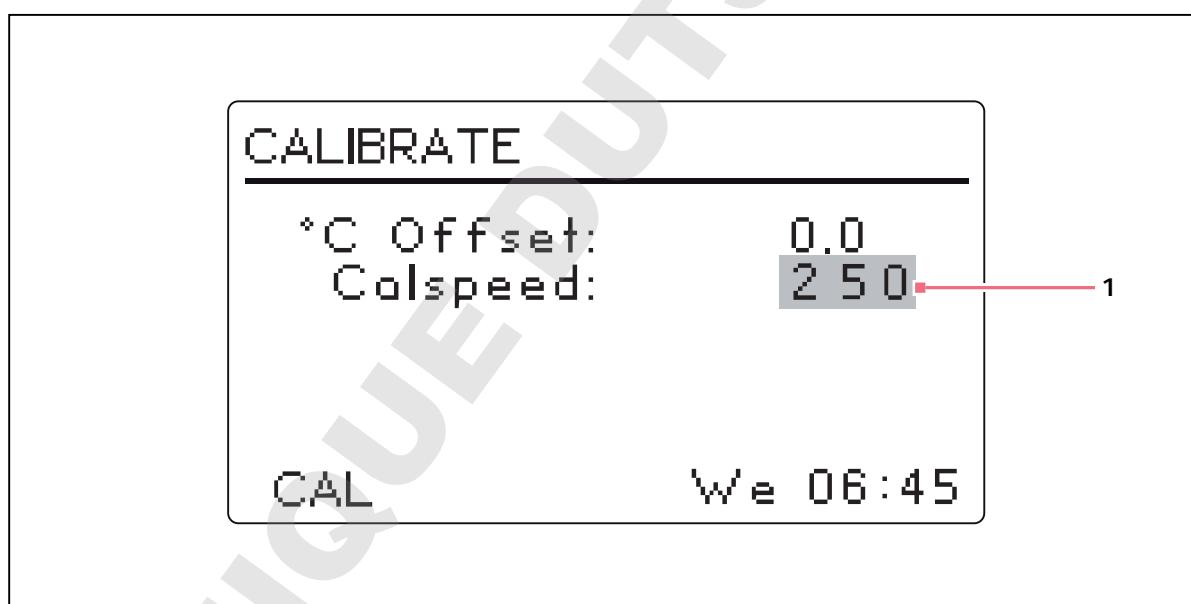

Fig. 5-16: Étalonner l'écran
1. Utiliser le bouton de commande pour entrer sur l'écran **CAL**(voir Fig. 5-16 à la page 61).
La fonction Calspeed réglée sur l'écran **CAL** (voir Fig. 5-16 à la page 61) est utilisée pour étalonner la vitesse du mécanisme d'agitation. Il n'est pas nécessaire d'étalonner à nouveau la vitesse (déjà étalonnée en usine), tant qu'aucun composant majeur (par exemple courroie d'entraînement) n'est remplacé.